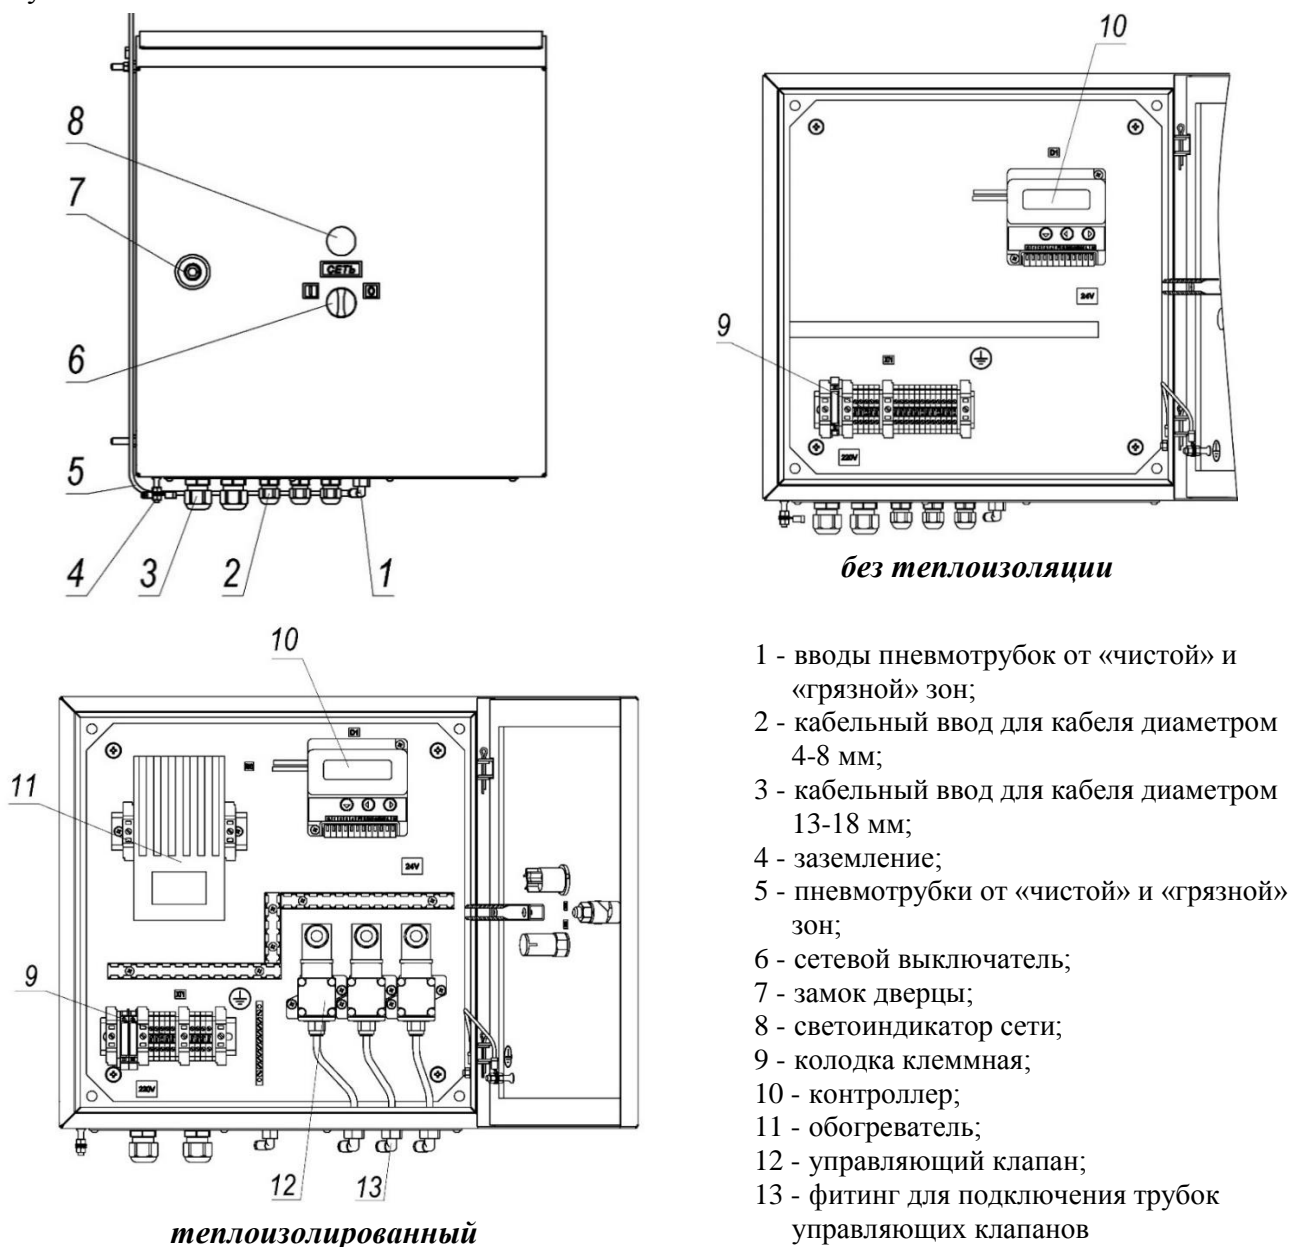

Рисунок 5
3.4.2 Включение/выключения фильтра осуществляется при помощи сетевого выключателя (рисунок 5, поз. 6), извещение о наличии электропитания на шкафу управления осуществляется при помощи светового индикатора (поз. 8). При наличии электропитания индикатор горит зелёным. Извещение о критической загрязнённости картриджа осуществляется при помощи встроенного в контроллер (поз. 10) сигнализатора.